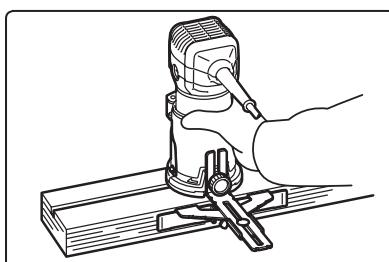

Abb. 9
- An der Führungsgrundplatte kann ein seitlicher Anschlag mit Verwendung gemäß Abb. 9 angebracht werden. Der Einbau des Seitenanschlags für den Verwendungszweck gemäß Abbildung 9 ist in den Abbildungen 19 und 20 dargestellt.